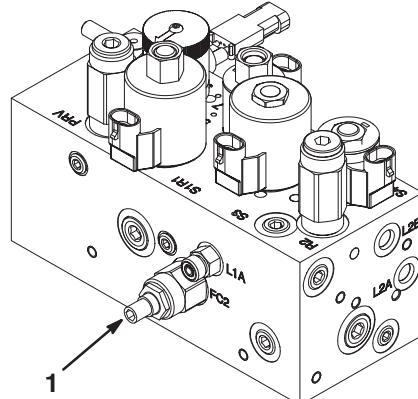

Bild 55
Der Kreis für das Anheben bzw. Absenken der Mähwerke ist mit einem Flusssteuerungsventil ausgerüstet (Bild 55). Dieses Ventil wird im Werk voreingestellt. Zum Ausgleichen unterschiedlicher Hydrauliköltemperaturen und Mähgeschwindigkeiten usw. müssen Sie dieses Ventil jedoch u. U. einstellen. Gehen Sie dabei folgendermaßen vor:
1. Heben Sie den Sitz an und finden Sie das Hauptregulierventil für das mittlere Zuggestell (Bild 55), das sich innen am Hydraulikverteiler befindet.